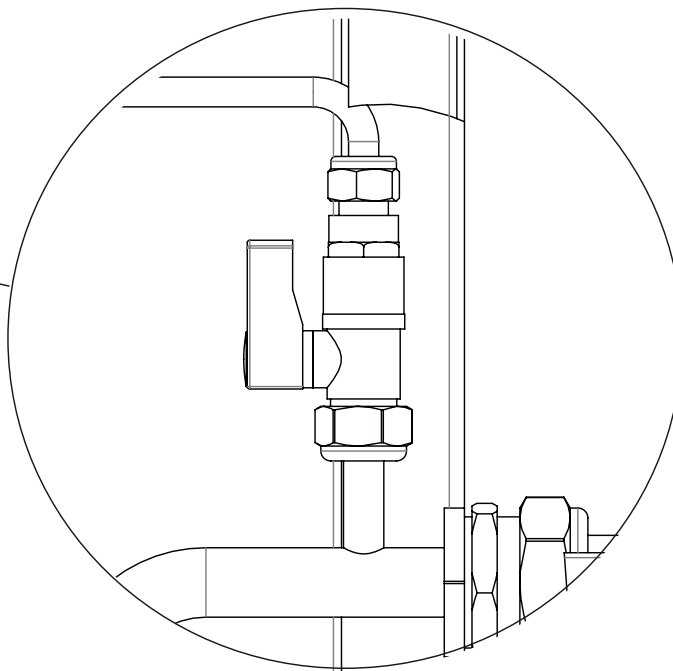

Рис. 2
Если на дисплее появляется код неисправности **E04**, это значит, что давление в системе отопления слишком низкое (сработал датчик давления воды в контуре отопления). При этом необходимо подпитать котел с помощью крана заполнения (рис. 2). Код неисправности **E04** появляется на дисплее котла, когда давление опускается ниже 0,4 бар и автоматически исчезает, как только давление поднимается выше уровня 1 бар. Давление в холодной системе отопления должно быть $1 \pm 1,3$ бар.
- открутить кран заполнения системы (рис. 2) движением против часовой стрелки с целью поступления воды в систему;